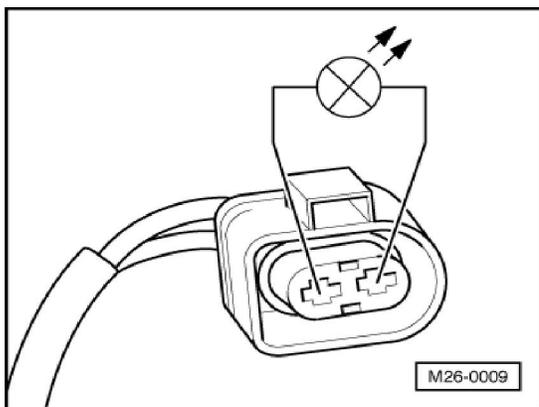

Fig.26 Conector doble para electroválvula de purga canister
-Si la válvula no se activa desconecta rápidamente el conector de dos contactos y conecta ahí una lámpara de diodo (fig.26)